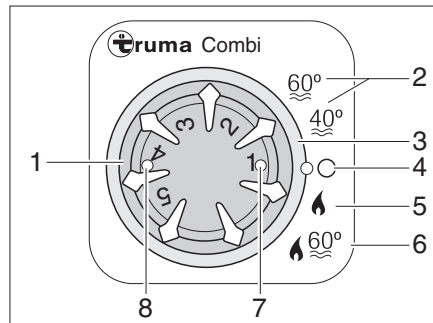

Bild 113 Kontrollenhet för värme/varmvattenberedare
Välj driftläge: ■ Respektive driftläge ställer man in med hjälp av vridströmställaren (Bild 113,3).
Vinterdrift Värmesystemet väljer automatiskt rätt brännarsteg motsvarande inställd värmenivå. Vid driftstyp "värmesystem och varmvattenberedare" (Bild 113,6) värms även vattnet i varmvattenberedaren upp. Värmesystemet kan vara i drift med tom varmvattenberedare i driftstypen "värme utan varmvattenberedare" (Bild 113,5).
- Ställ temperaturvredet (Bild 113,1) på kontrollenheten till önskad värmenivå.
- Ställ vridomställaren (Bild 113,3) till vinterdrift "värme utan varmvattenberedare" (Bild 113,5) eller vinterdrift "Värme och varmvattenberedare" (Bild 113,6).
Den gröna kontrollampan (Bild 113,7) lyser.
- Ställ vridströmställaren (Bild 113,3) i läge "O" (Bild 113,4).